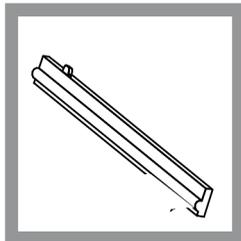

рис. 1
- измеритель толщины обложки с каналом (6)
- переплетная вкладка С-Bind (приобретается отдельно в составе Комплекта инструментов O.CB INSERTS для Atlas 190) – рис. 1
1. С помощью измерителя (6) выберите нужную толщину (размер) обложки.
3. Перед началом переплета в обложку C-BIND выньте переплетную вкладку (8). На клинья на задней стенке положите переплетную вкладку O. CB INSERTS (рис.1).